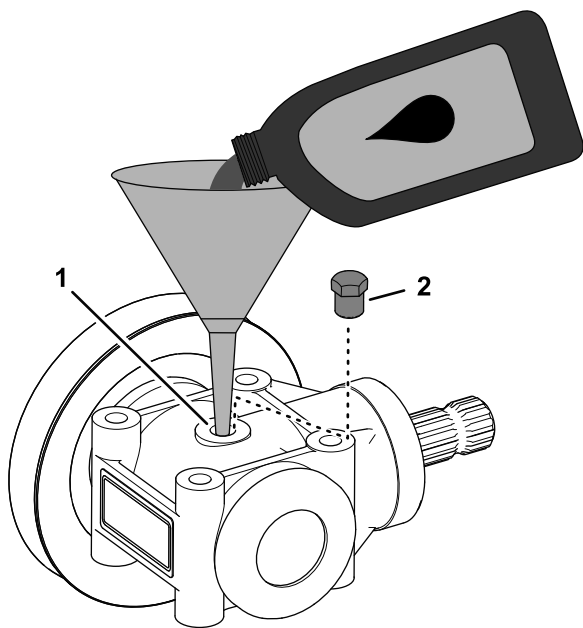

Figura 120
3. Gire la caja de engranajes para alinear el orificio del tapón de la caja hacia arriba (Figura 120).
4. Añada 112 ml de aceite del tipo especificado en la caja de engranajes a través del orificio del tapón de la caja (Figura 120).
5. Coloque el tapón de la caja en el orificio del tapón de la caja de engranajes de la carcasa de corte (Figura 120).